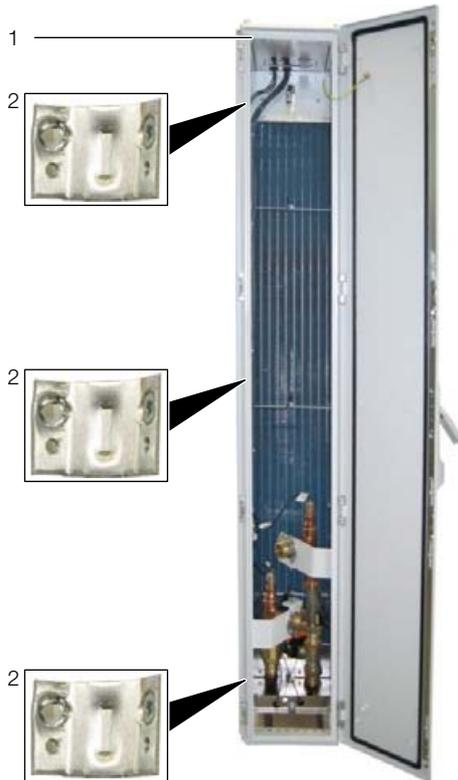

Imagen 27: LCP Rack – Parte trasera
- Fije tres estribos de unión respectivamente (imagen 27, pos. 2) mediante los tornillos correspondientes a los puntos de fijación previstos en los listones de montaje de la parte frontal y trasera del LCP Rack o del LCP Inline flush (imagen 27, pos. 1).